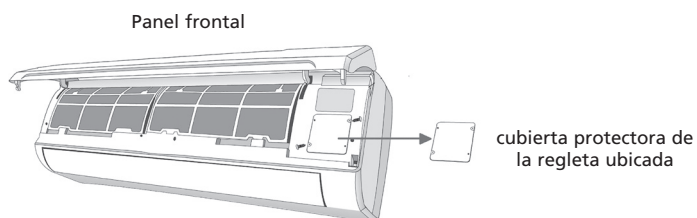

Ilustración 19
- c. Para poder montar el cable a la regleta de bornes de la unidad interior: Elimine la placa frontal y la cubierta protectora de la regleta ubicada en el lado derecho de la unidad interior. Véase ilustración 19.